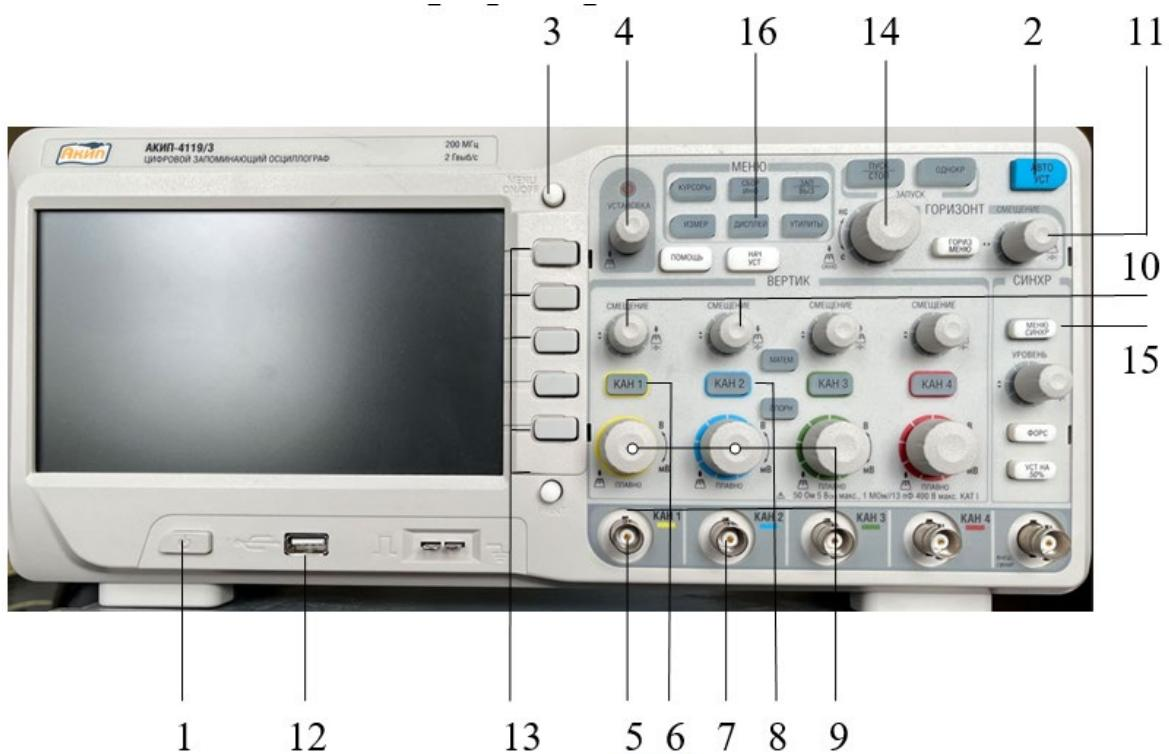

Рис. 10
При малых значениях φ для более точного подсчета Δn воспользуйтесь регулятором развертки осциллографа (14) - рис. 10. Увеличение частоты развертки увеличивает интервал Δn и n . По окончании измерений нажатием на регулятор установите прежний коэффициент развертки.